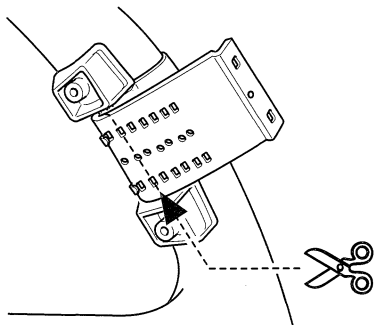

Fig. 11
2. Corte la porción extra de la correa en el centro del sujetador interior. (Fig. 11)